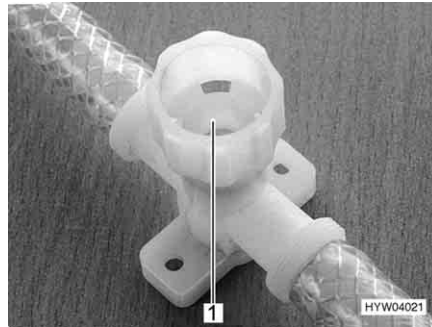

Fig. 155 Rubinetto di scarico per scaldacqua
- Chiudere tutti i rubinetti di scarico. A tal fine ruotare i coperchi (Fig. 155,1) in senso orario.
- Aprire tutti i rubinetti di scarico dello scaldacqua. A tal fine ruotare i coperchi (Fig. 155,1) in senso antiorario.